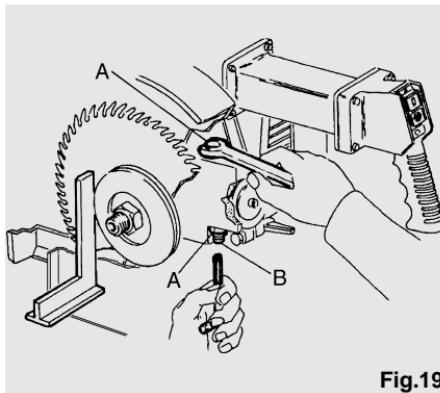

Fig.19
- Contrôler avec une équerre que la lame est parfaitement perpendiculaire au plan (voir fig. 19). Si ce n'est pas le cas, agir sur l'écrou (A) avec une clé plate de 13 et sur le goujon (B) avec une clé Allen. En desserrant le goujon supérieur et en serrant l'inférieur ou vice-versa, une fois que la perpendiculaire a été trouvée, serrer l'écrou (A) et bloquer les goujons en position.